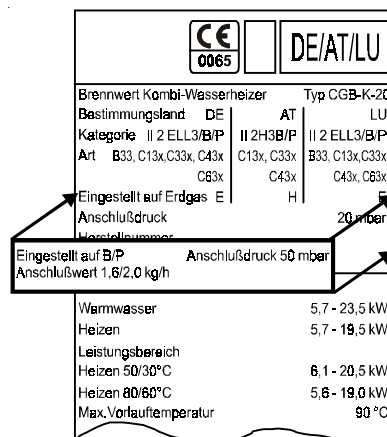

Bild 8: Aktualisieren des Typenschilds
- Schneiden Sie aus dem Umrüsttypenschild (4) die Zeile für den CGB-20 aus.
- Überkleben Sie mit dem ausgeschnittenen Streifen die entsprechenden Zeilen auf dem Typenschild im Gerät, Bild 8.